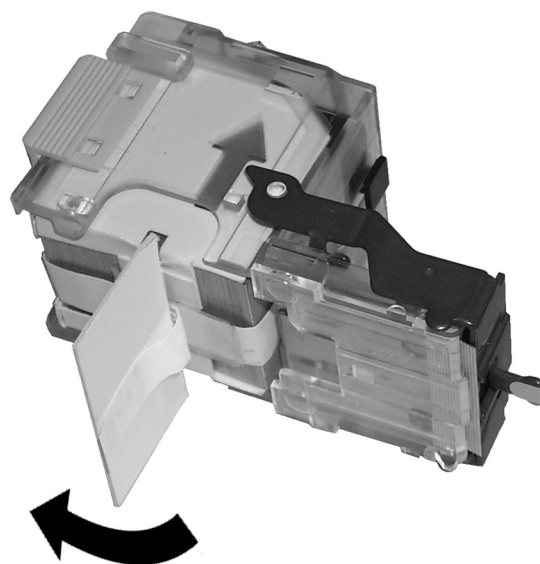

Figura 7: Como remover a fita de papel do Pacote de Grampos
- 7 Remova a tira de papel branca do Pacote de Grampos (Figura 7).